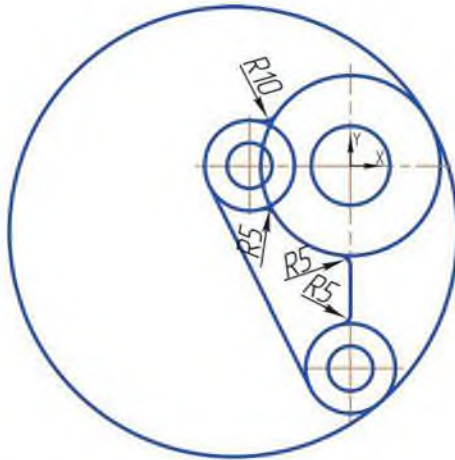

Рисунок 4.27 Построение окружности, касательной к двум кривым
7) Построить окружность, касательную к двум кривым – окружности диаметром 80 мм и нижней окружности радиусом 20 мм. В *Панели свойств* в ячейке *Радиус* ввести значение 100 мм. Из предложенных системой вариантов выбрать требуемый (рисунок 4.27).